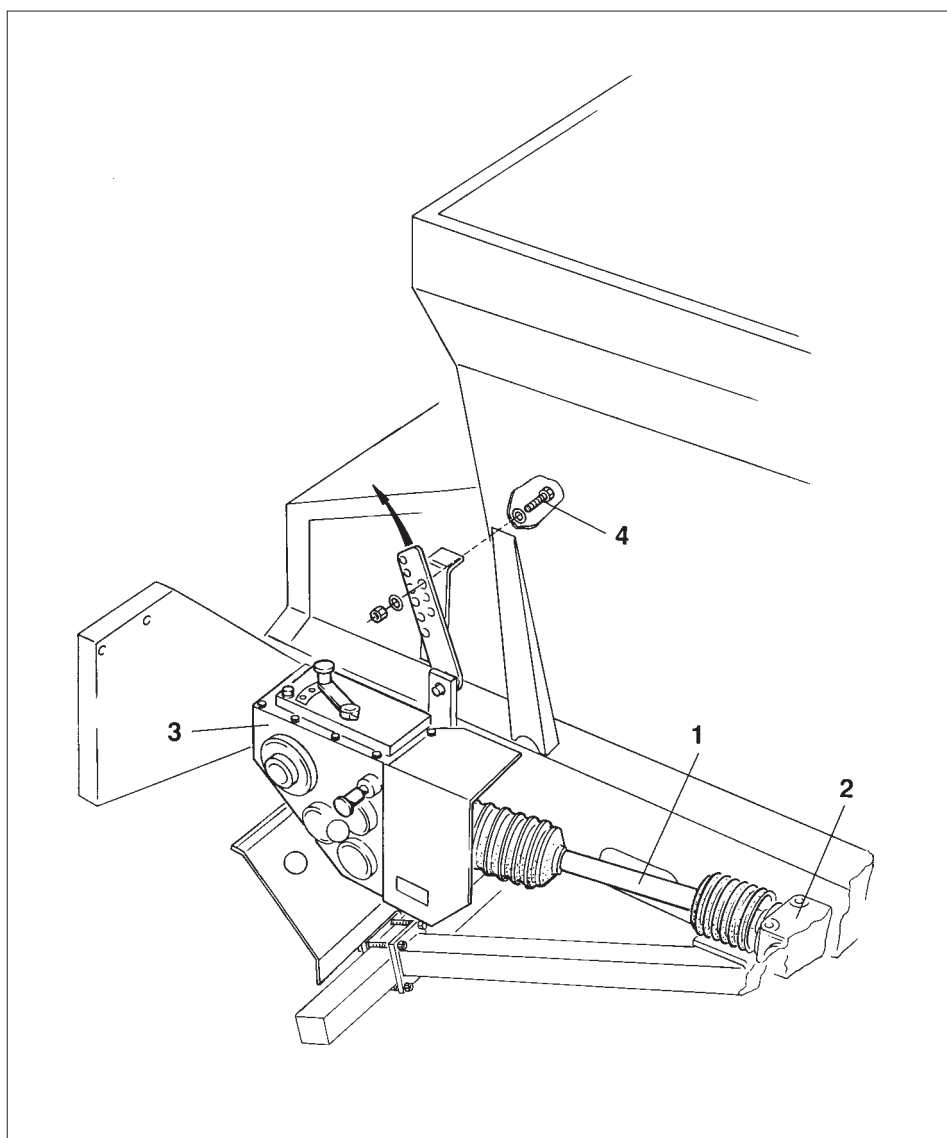

Рис. 12.1
1. Отсоедините карданный вал (рис. 12.1/1) под широкозахватным разбрасывателем от приводного вала и подключите его к угловому редуктору (рис. 12.1/2) привода от ходового колеса. Для того, чтобы карданный вал (рис. 12.1/1) сильно не изгибался, необходимо повернуть коробку передач транспортёра (рис. 12.1/3) соответствующим образом. Открутите шестигранный винт M16 (рис.12.1/4) и переставьте коробку передач. По окончании перестановки снова заблокируйте её шестигранным винтом.
Угловой редуктор привода от ходового колеса (рис. 12.1/2)